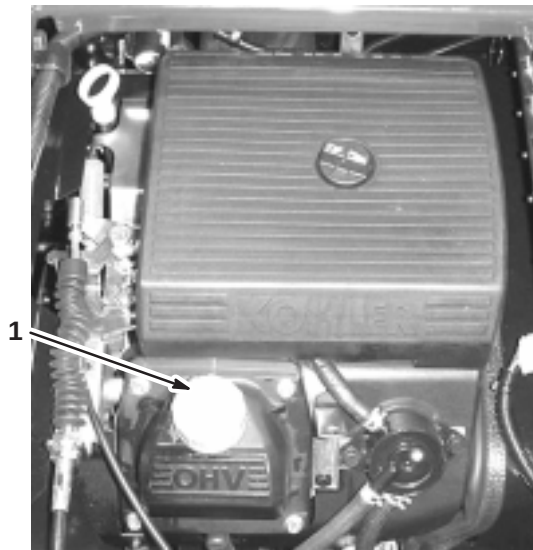

Figure 33
8. Versez lentement environ 80% de la quantité d'huile spécifiée dans le goulot de remplissage (Fig. 33).